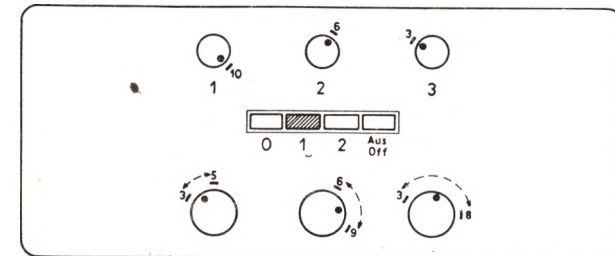

Abb. 5: Beispiel zur Hall-Einstellung
- Im allgemeinen wird ein allmählich abklingender Nachhall bevorzugt, wie etwa nach Abb. 5.